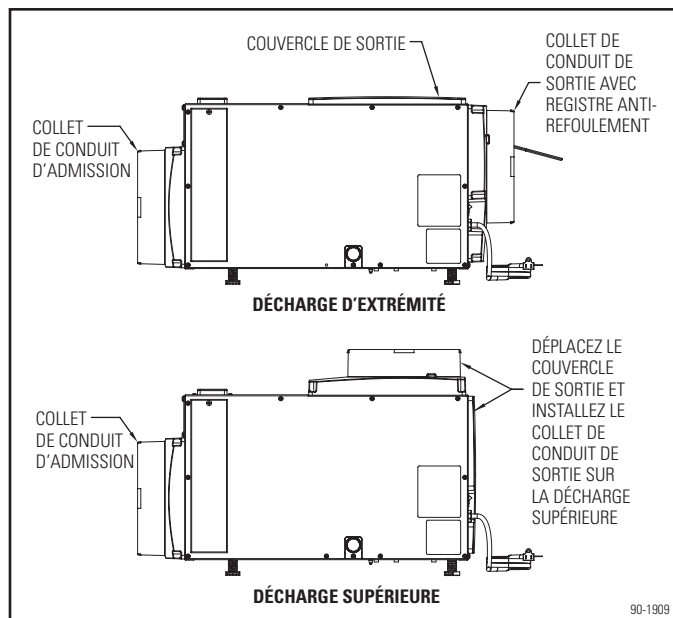

Figure 2. Installations entièrement équipées de conduits
- Le collet de conduit de sortie peut être fixé sur le dessus ou l'extrémité de l'unité. Déplacez le couvercle de sortie à l'emplacement qui n'est pas utilisé. Reportez-vous à la **Figure 2**.